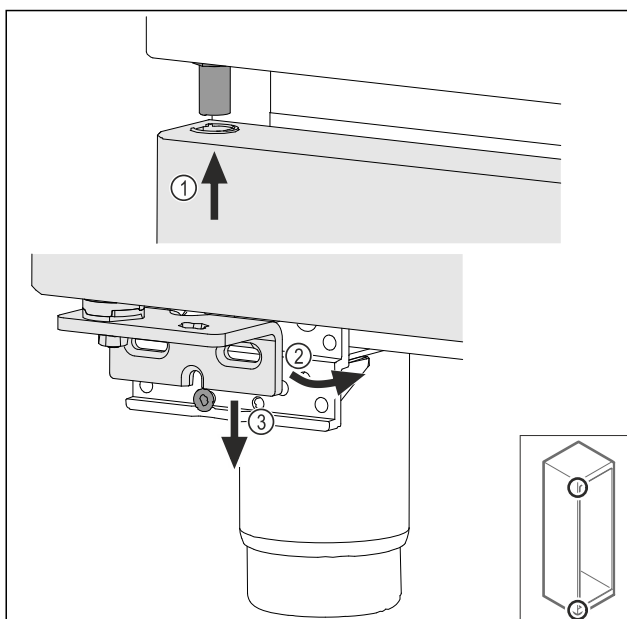

Fig. 39
- ▷ Luta dörren något och lirka in den upptill Fig. 39 (1), rätta upp dörren Fig. 39 (2) och sätt den på lagerbockskraven Fig. 39 (3) nedtill.